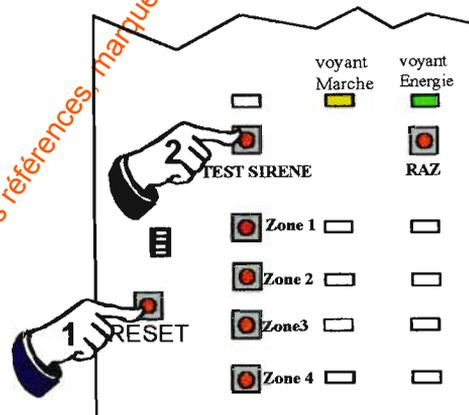

Figure 8 : Accès au mode apprentissage
- Appuyer sur le bouton poussoir RESET, situé sur la carte électronique de la centrale (Fig. 8)
- Appuyer deux secondes sur le bouton TEST SIRENE situé sur la carte électronique de la centrale (Fig. 8), jusqu'à l'allumage simultané en fixe des deux voyants :